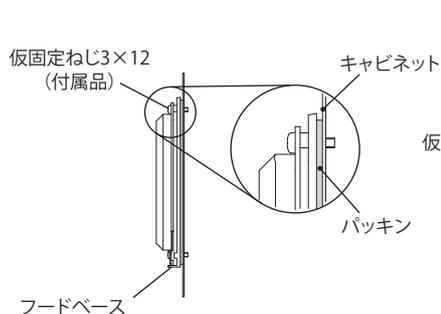

図 2
3. フードベースをキャビネット取付面に合わせ、キャビネットとパッキングが密着するまで仮固定してください。(図 2、3、4)